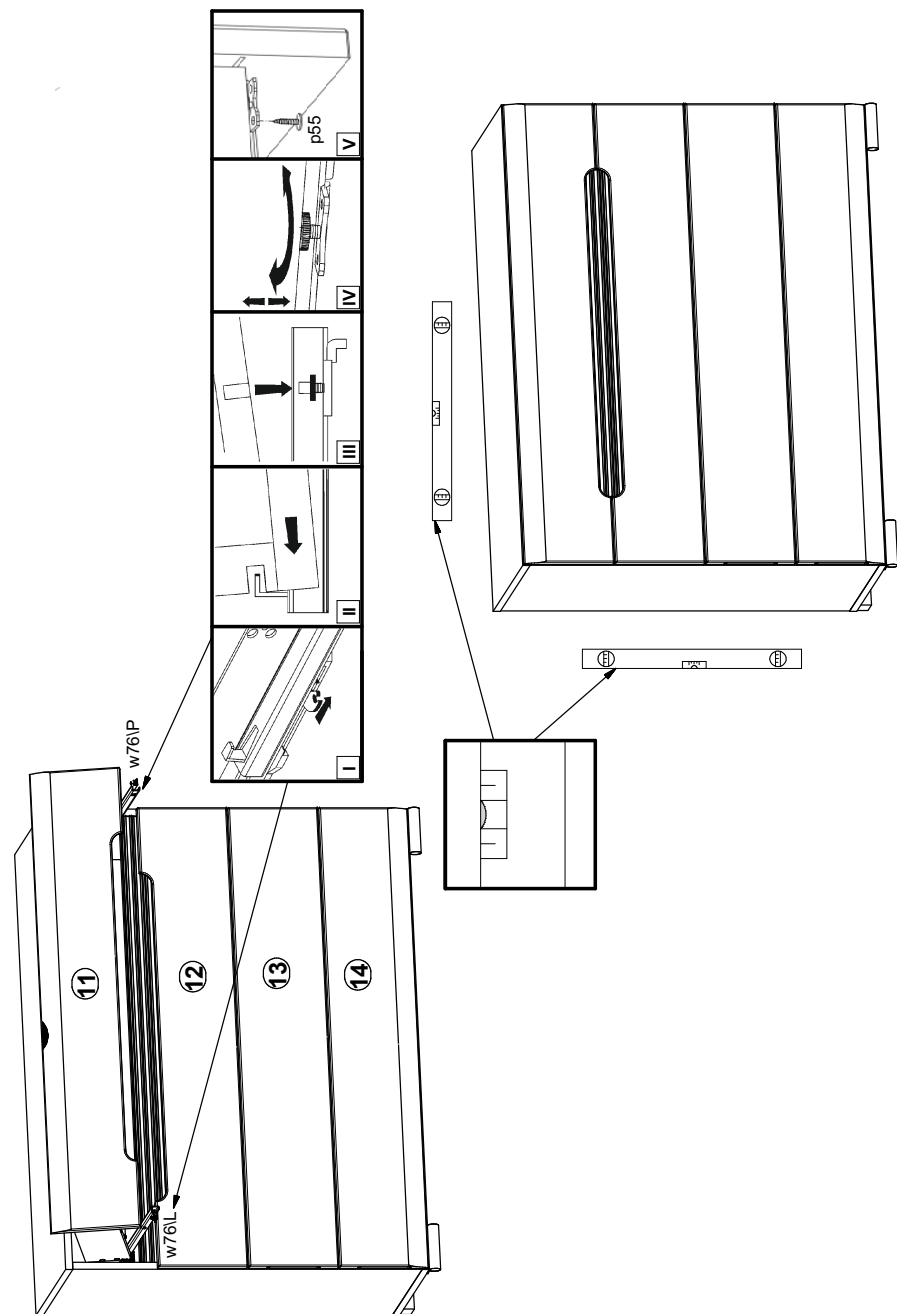

Рисунок 8
4.17 Установить ящики на направляющие w76L и w76P. Закрепить ящики на направляющих при помощи шурупов p55 (см. рис. 8).